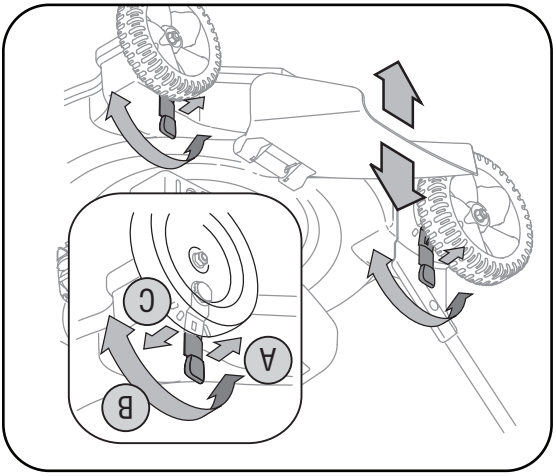

Figure 3-6
6. Un levier de réglage se trouve sur chacune des roues et permet de modifier la hauteur de coupe, de la tondeuse. Pour changer la hauteur de coupe, poussez le levier de réglage des roues vers la roue et déplacez-le vers le haut ou le bas à la hauteur choisie. Voir la Figure 3-6.